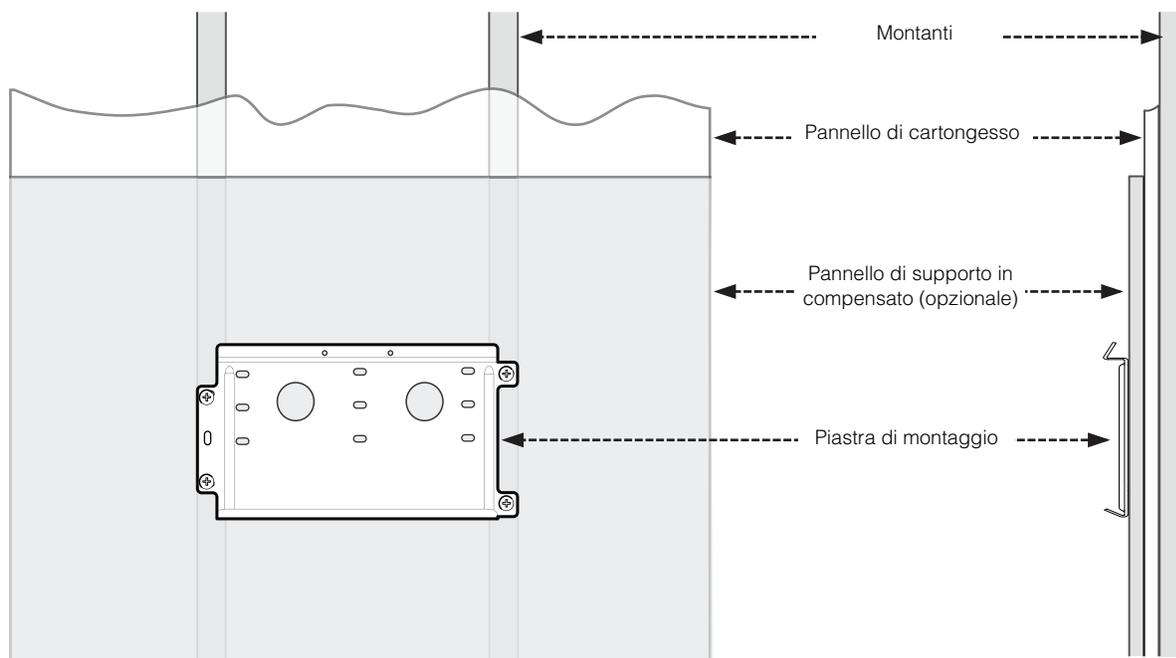

Figura 2-4 Piastra di montaggio centrata tra i montanti della parete
3. Utilizzando una livella, fissare la prima staffa di montaggio alla parete. Assicurarsi che la piastra di montaggio sia centrata tra i montanti, come mostrato nella Figura 2-4. Utilizzare la ferramenta di ancoraggio consigliata per fissare la piastra (vedere la Tabella 2-1).